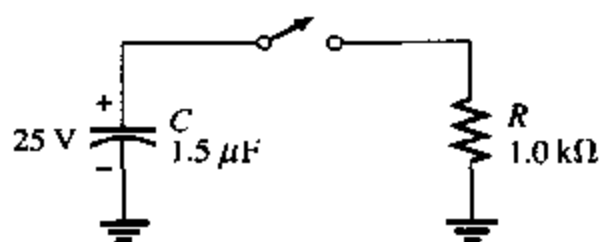

图 13.70
31. 图 13.70 中, 电容充电到 25 V。开关闭合后, 下列时刻电容的电压是多少?
36. 图 13.70 中电容 C 放电到 3 V 所用的时间是多少?